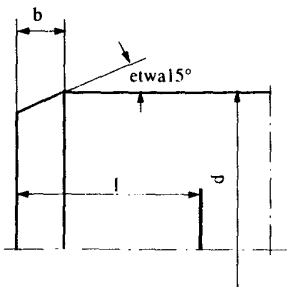

Bild 1
- ➔ Rohrende gemäß **Bild 1** und **Tabelle 1** anfasen.